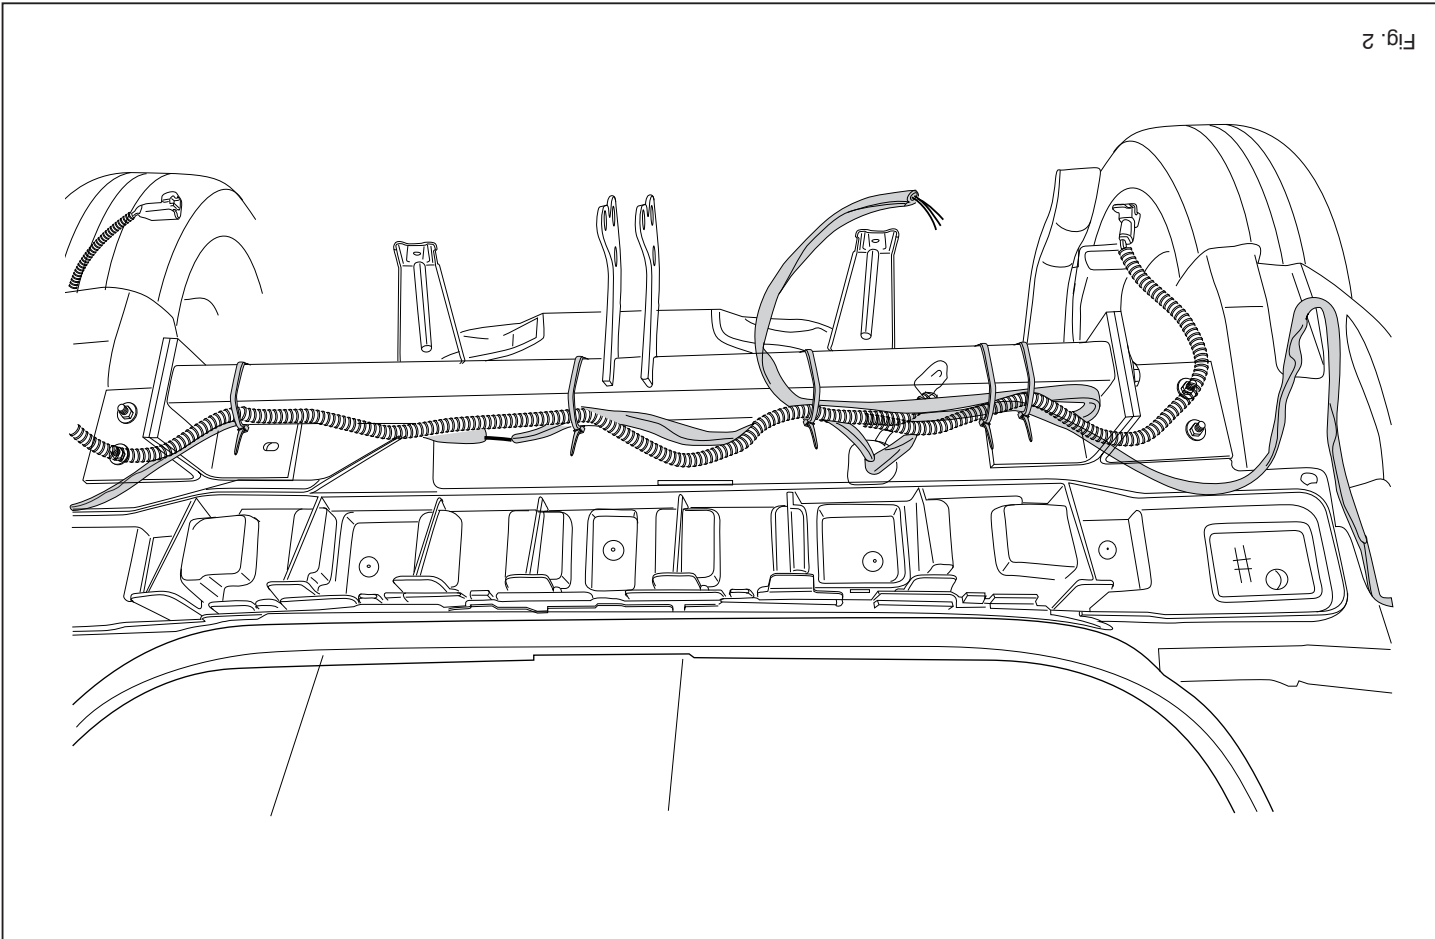

Fig. 2
12. Attach the cables with tie-wraps. See figure 2.
12. Die Kabel mit Kunststoffklemband festbinden. Siehe Abbildung 2.